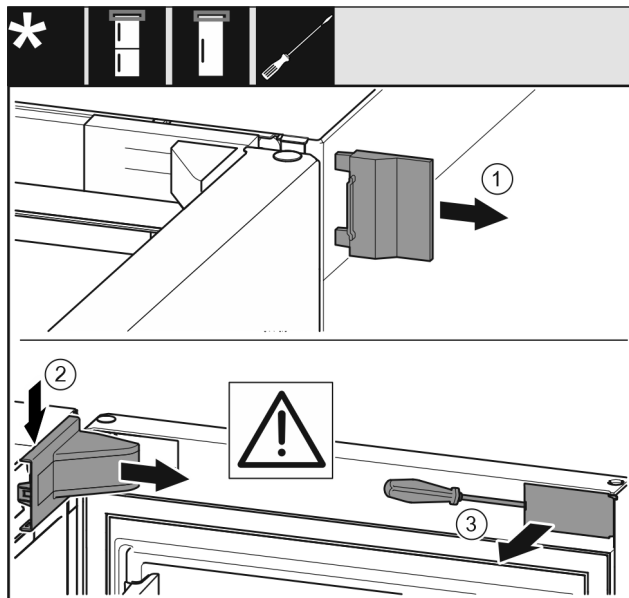

Fig. 6
- ▶ Detașați apărătoarea exterioară. Fig. 6 (1)
- ▶ Deblocați și desfaceți apărătoarea suporturilor de lagăr. Detașați apărătoarea suporturilor de lagăr. Fig. 6 (2)
- ▶ Deblocați masca cu șurubelnița plată și pivotați-o în lateral. Fig. 6 (3)